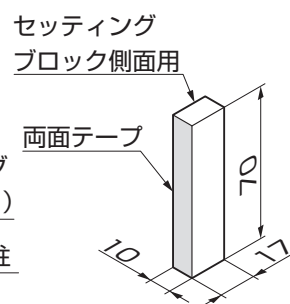
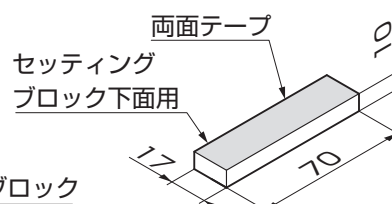

図2-2 側面用
図2-3 下面用
- セッティングブロックには、側面用と下面用の2種類があります。(図2-2、図2-3参照)